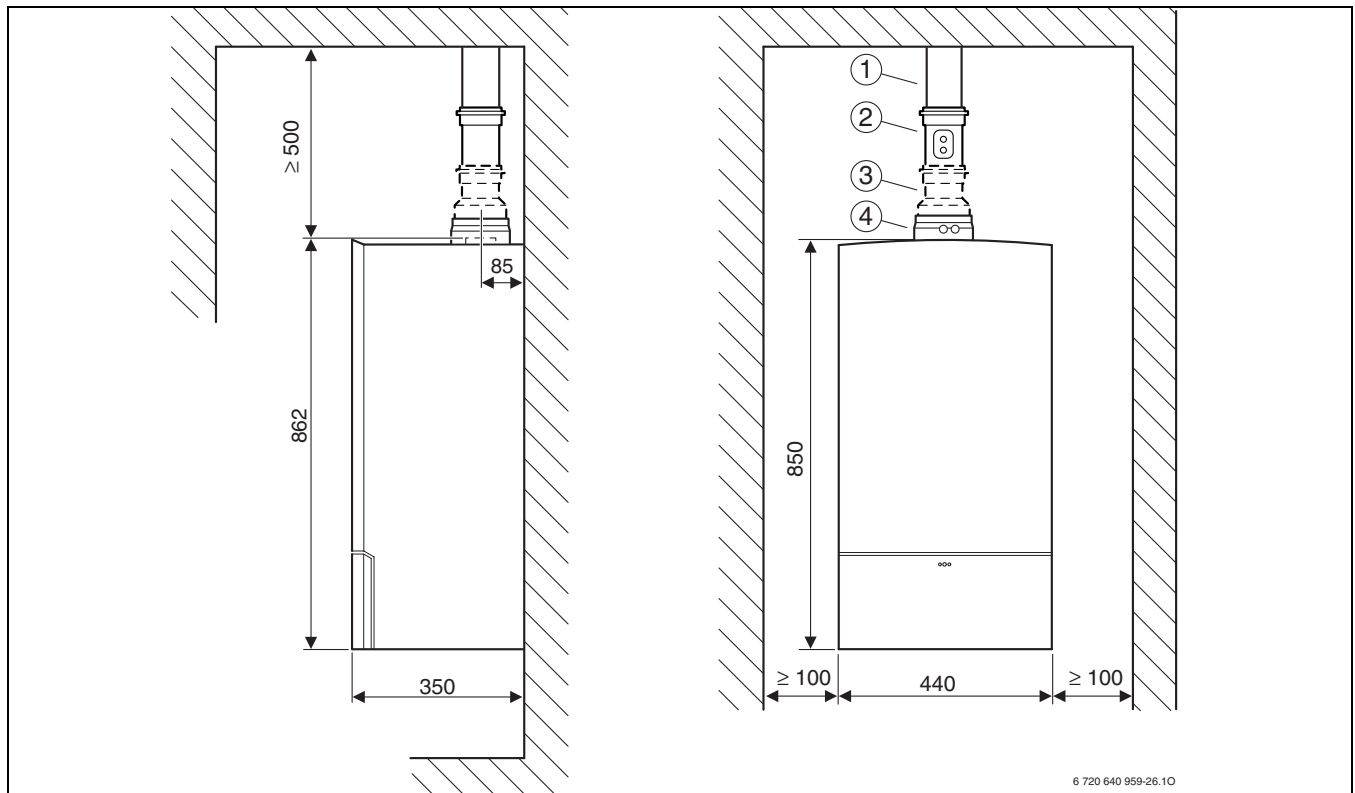
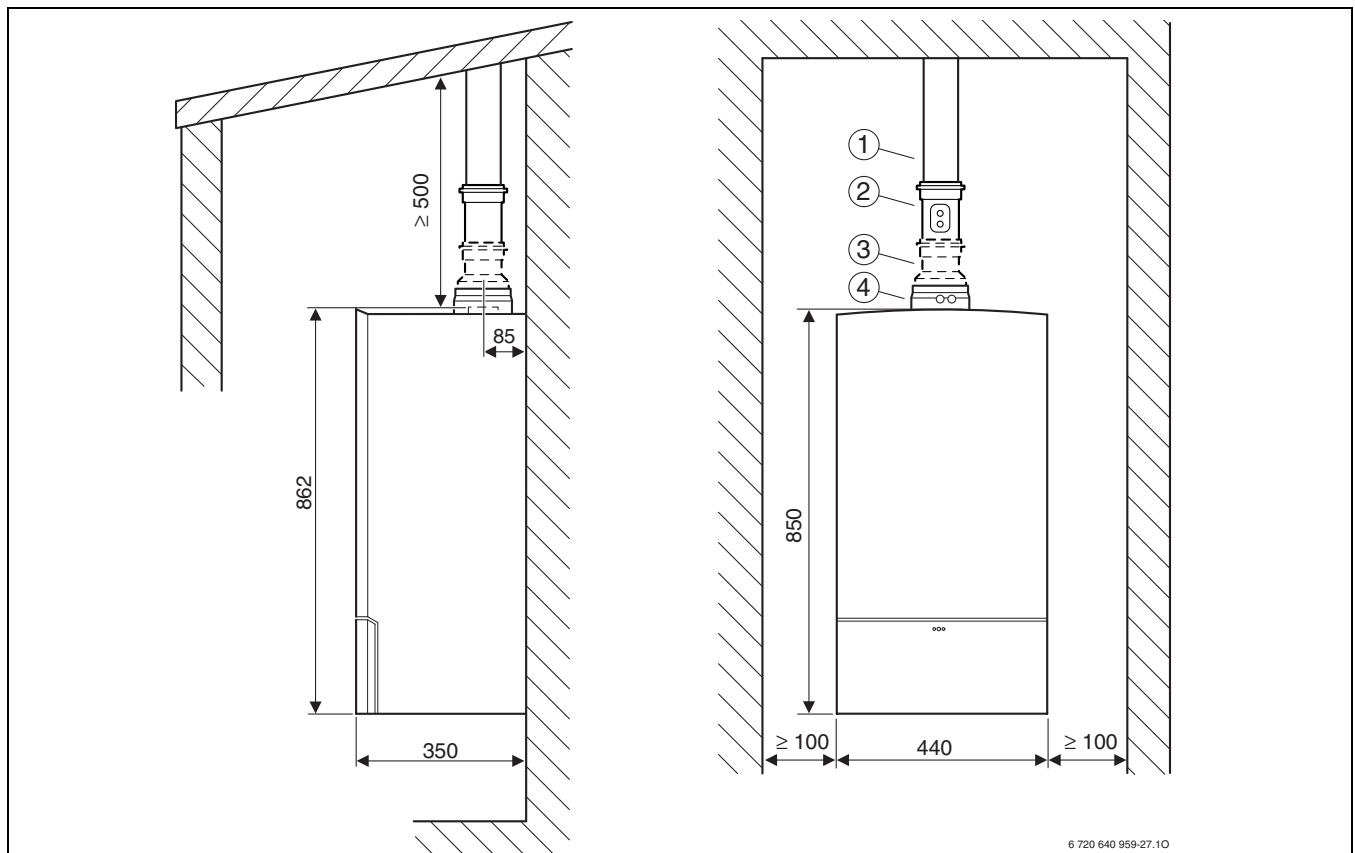

Рис. 137 Вертикальный отвод дымовых газов через плоскую крышу
Рис. 138 Вертикальный отвод дымовых газов через наклонную крышу
**Пояснения к рис. 137 и рис. 138:**